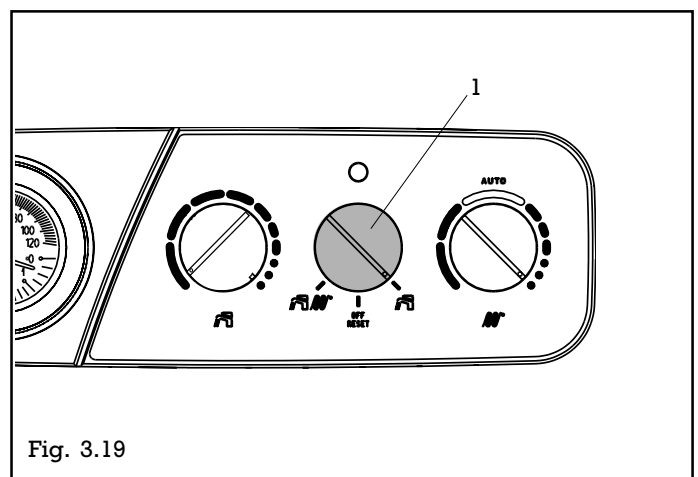

Fig. 3.19
- créer une demande sanitaire (robinet d'eau chaude ouvert au maxi pour vider le ballon avec sélecteur sanitaire du tableau de commande également au maxi (fig. 3.19),